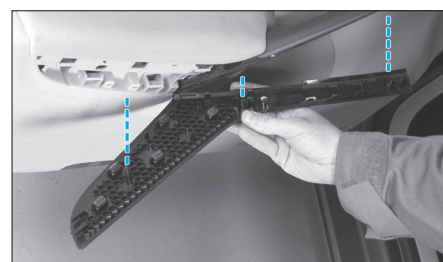

Fig. 38
- Avec l'aide d'une spatule, dégrafer l'enjoliveur (Fig.38).